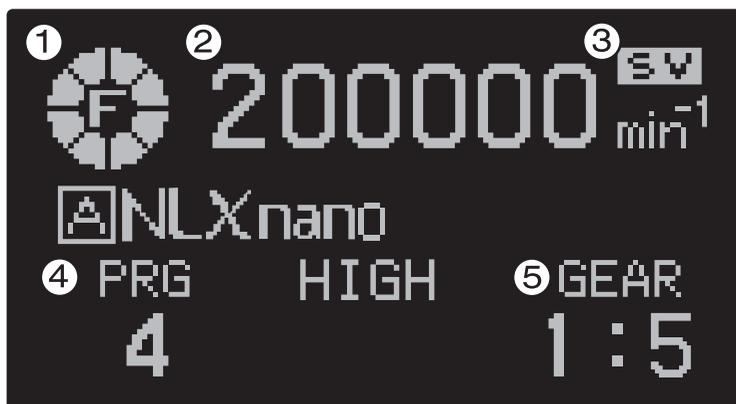

Fig.1 Display standard durante l'utilizzo del micromotore
Mentre il display appare come nella Fig. 1, è possibile controllare il motore agendo sul pedale.
#### ◆ Display di rotazione (Fig. 1- ①)
#### ◆ Display velocità di rotazione (Fig. 1- ②)
#### ◆ Display IMPOSTAZIONE PARAMETRI (Fig. 1- ③)
◆ **Display con numero dei programmi** (Fig. 1– ④)
◆ **Schermata rapporto** (Fig. 1– ⑤)